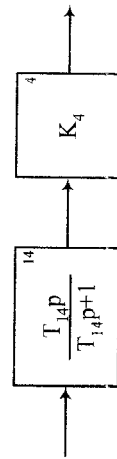

Рис. 12
4. Охопити гідропривід від'ємним ізодромним зворотним зв'язком, схема якого зображена на рис. 12.